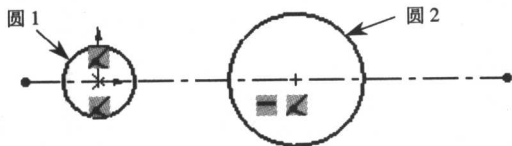

图 1-2 绘制两个圆
7. 绘制另一个圆。将鼠标放在第一个圆右侧中心线上, 此时鼠标指针变为形状, 单击鼠标, 拖动指针绘制另一个圆, 即圆 2, 如图 1-2 所示。